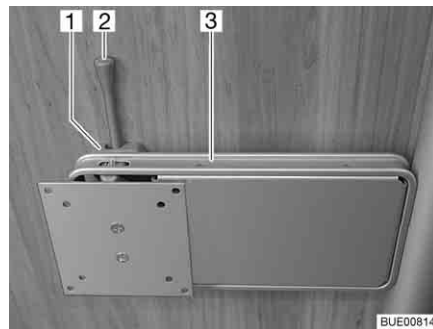

Bild 50 Halterung an Säule
- Den Entriegelungshebel (Bild 50,2) zur Seite drücken und die Halterung (Bild 50,3) mit dem Flachbildschirm in die gewünschte Position drehen.
- Flachbildschirm zurückdrehen, bis die Halterung (Bild 50,3) in die Verriegelung (Bild 50,1) einrastet.